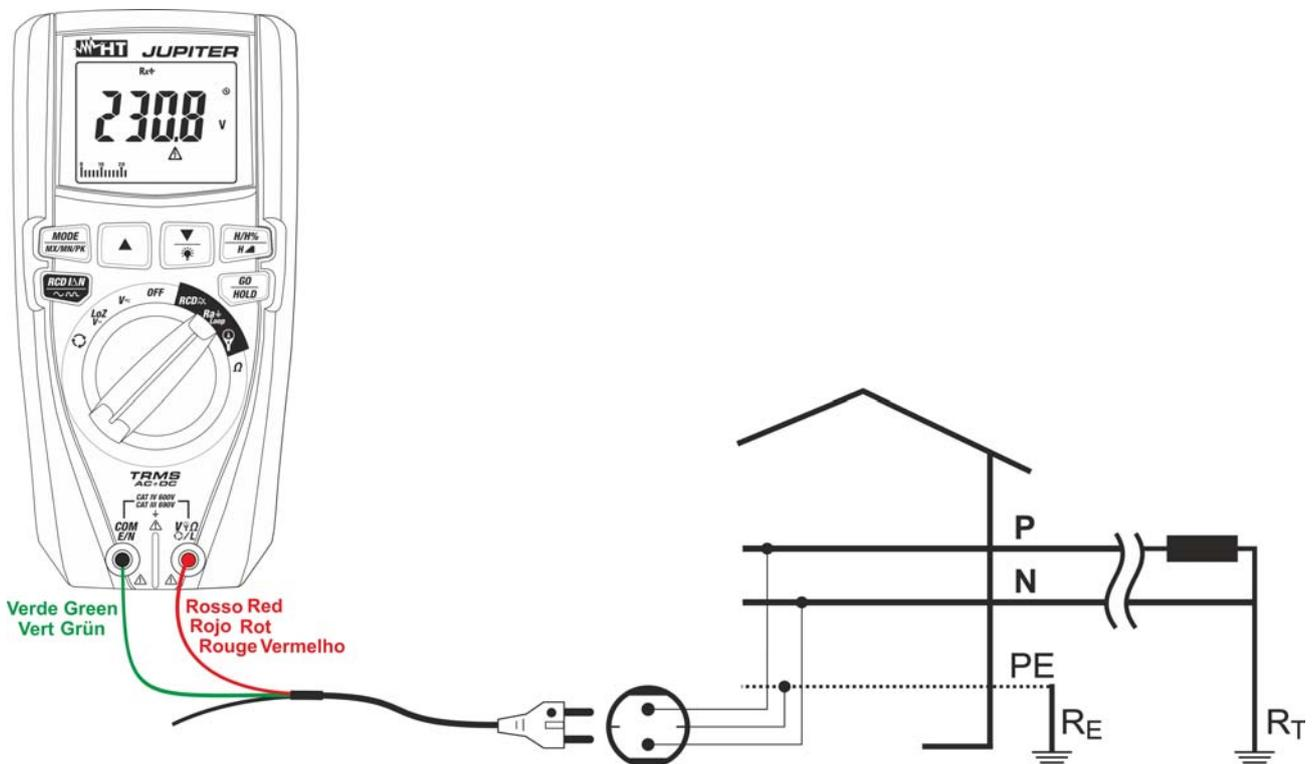

Abb. 23: Verwendung des Geräts zur Messung der Schleifenimpedanz Loop L-PE mit dem Schukokabel
5. Zur Messung der Schleifenimpedanz L-PE, falls das Kabel mit Schuko Eurostecker benutzt wird, verbinden Sie den roten Leiter mit der Eingangsbuchse $V_{\Omega} \text{L}$ und den grünen Leiter mit der Eingangsbuchse **COM/E/N**, und verbinden Sie das Gerät mit dem zu messenden Kreis (siehe Abb. 23). Der Spannungswert Phase-Erde erscheint auf dem Display.